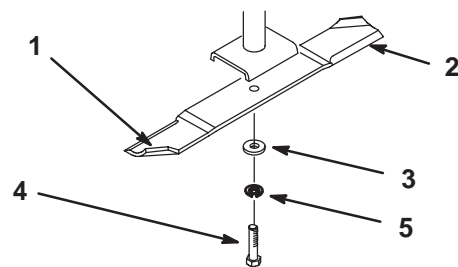
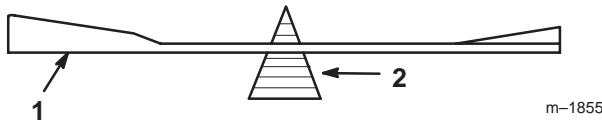

Figure 30
Figure 32
Tenez la lame à son extrémité avec un chiffon ou un gant épais. Retirez l'écrou de lame, la rondelle plate, la rondelle Grower et la lame de l'axe (Fig. 30).
2. Vérifiez l'équilibre de la lame en la plaçant sur un équilibreur (Fig. 32). Si la lame reste horizontale, elle est équilibrée et peut être utilisée. Si la lame est déséquilibrée, limez un peu l'extrémité de la partie incurvée seulement (Fig. 30). Répétez la procédure jusqu'à ce que la lame soit équilibrée.
1. Placez la lame sur l'axe (Fig. 30).
2. Installez la rondelle plate, la rondelle-frein et le boulon de fixation de la lame (Fig. 30). Serrez le boulon à 115–150 Nm.